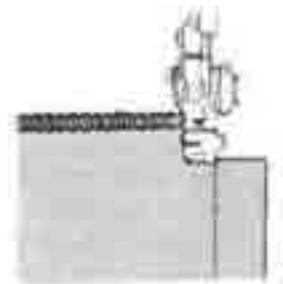

Abb.99
5. Drehen Sie das Nähgut und senken Sie den Nähfuß ②, so dass das Obermesser ⑮ auf einer Linie mit der Schnittkante liegt (Abb. 99).